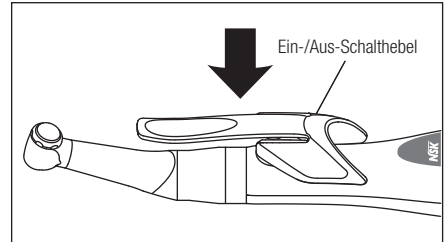

Abb. 6
- 1) Montieren Sie den Ein-/Aus-Schalthebel, wie in Abb. 6 gezeigt.